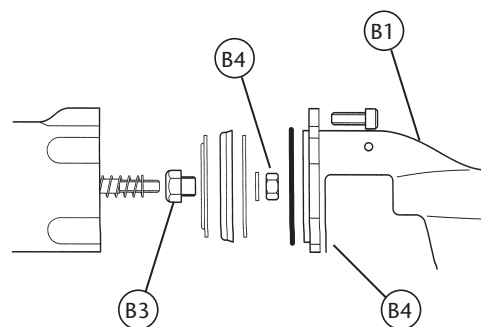

Fig. 4
1. Die 5 Schrauben (B1) herausdrehen und Griff (B2) und O-Ring (B3) entfernen (Bild 4).